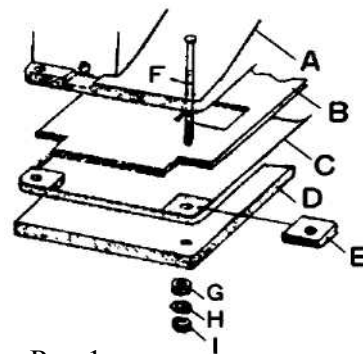

Рис. 1
1. Положите прокладки «А», «В», «С», «D», «Е» на стол в указанной на рис. 1 последовательности. Вставьте четыре болта с шестигранными головками малой головкой «F» в отверстия. По окончании установки шайб «G» и «H» вставьте шестигранную гайку «I», затяните четыре гайки, расположенные по диагонали, и зафиксируйте голову машины на столе (рис. 1).